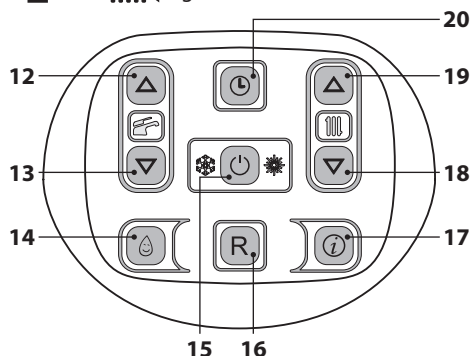

Figura 2.5
Entrare in "modalità programmazione" tenendo premuto per 5 secondi il tasto 20 (Figura 2.5) fino a far apparire sul display il simbolo ⌚.
Agendo sui tasti 18 (diminuzione) e 19 (aumento) Figura 2.5 è possibile impostare i valori di ora, giorno e data, agendo sui tasti 12 e 13 è possibile passare da un parametro all'altro.
- Tenere premuto per 2 secondi il tasto 15 fino a far apparire sul display entrambe i simboli  e ; Figura 2.5.